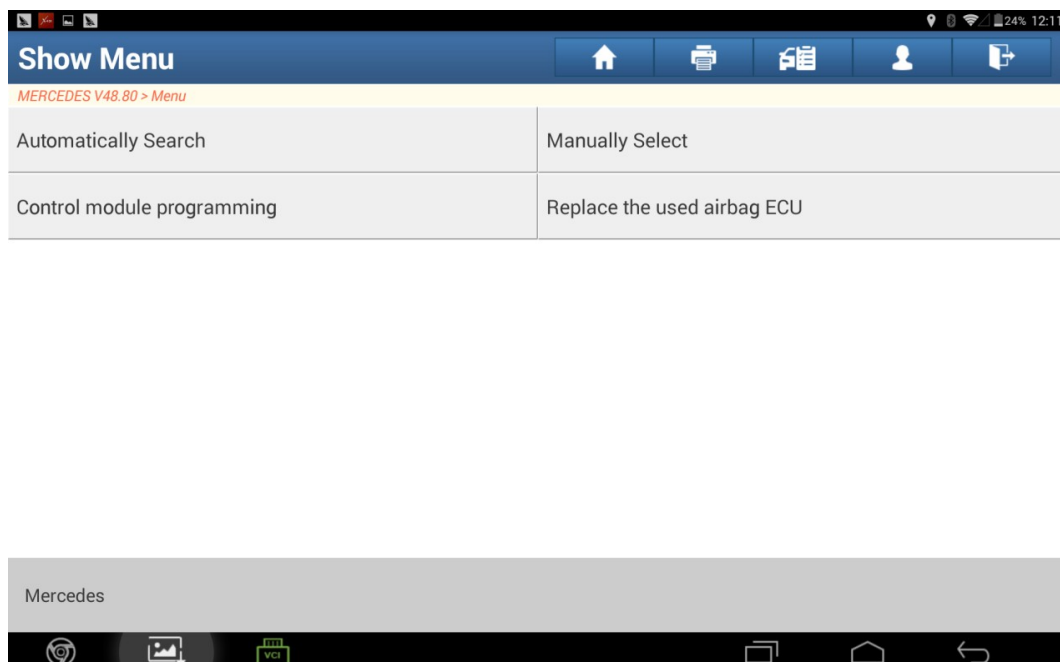

Fig. 3
3. Selezionare "Programmazione modulo di controllo", vedere la Fig. 3;